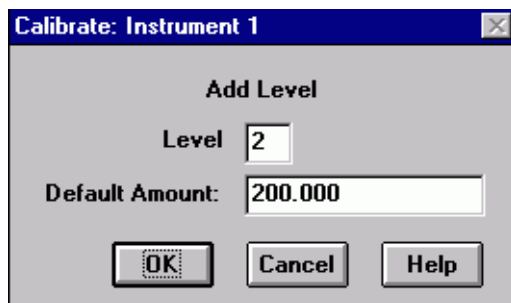

图 10 增加新级别的校准 (Calibrate) 对话框
- 2 显示**校准 (Calibrate)**对话框并选择增加新的一级(add a new level) (见图 10)。
- 6 显示**校准 (Calibrate)**对话框以选择再增加一级 (见图 10)。